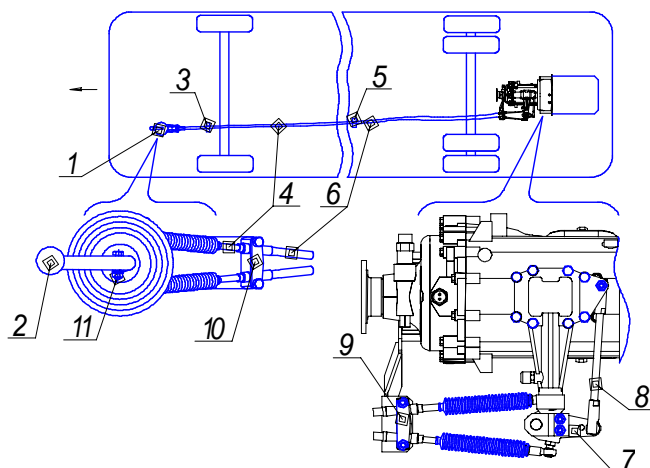

Рис. 1. Привод механизма переключения передач.
1.1. Привод механизма переключения передач (рис.1) - дистанционный, состоит из механизма управления (мастер-опоры) 1 с рычагом переключения передач 2, тросов 4, 6, транслятора 7 и реактивной тяги 8. Оболочки тросов закреплены по длине на основании автобуса двойными хомутами 3, 5.